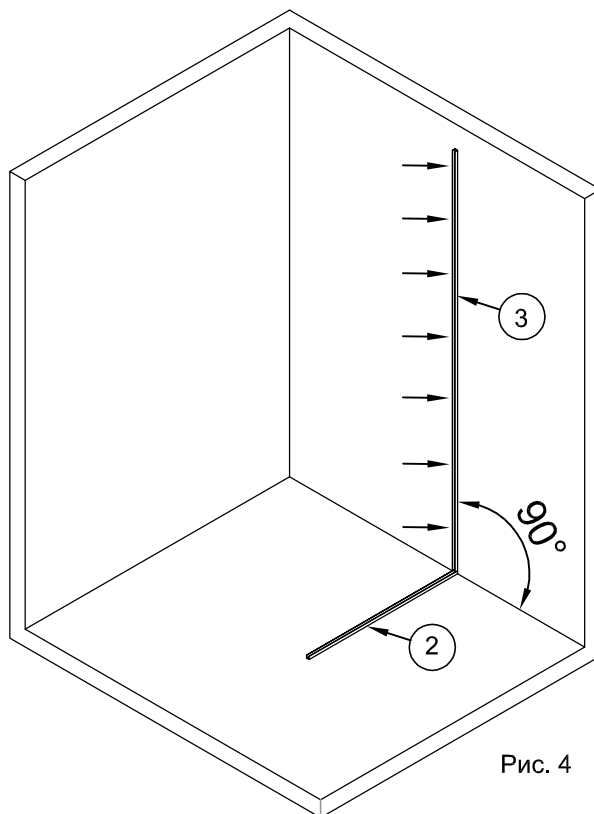

Рис. 4
2.2. Карандашом или фломастером провести разметку мест сверления отверстий под дюбели, используя отверстия в профиле №3 для его крепления (рис.4).